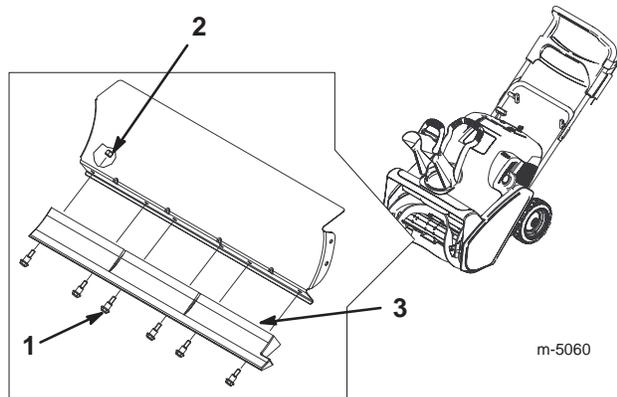

Figure 16
5. Enlevez les six vis et contre-écrous de fixation de la lame racleuse (Fig. 16).